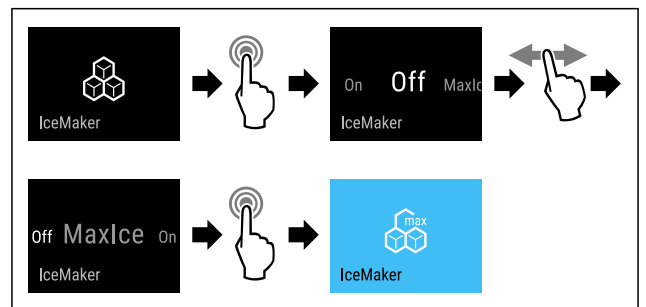

Fig. 20
- ▶ Eseguire i passaggi (vedere Fig. 20).